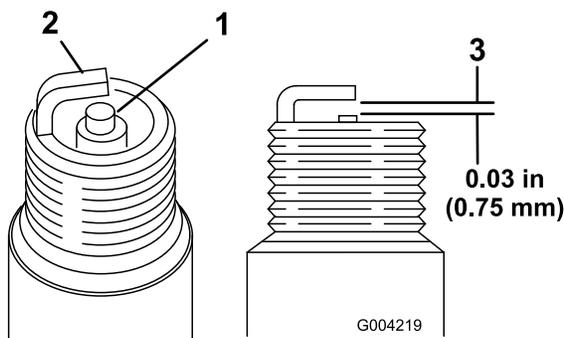

図 50
1. 中央の電極部を観察する(図 50)。絶縁体部がうす茶色や灰色なら適正、碍子が黒くなっているのは不完全燃焼であるエアクリーナの汚れが原因であることが多い。
2. プラグの電極間のエアギャップ 図 50 を点検し、
3. 適正值から外れていれば外側の電極 図 50 を曲げて調整する。